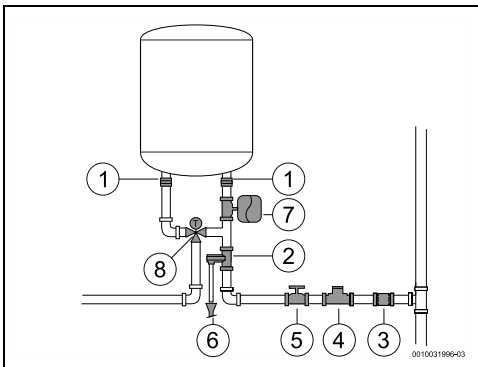

Fig. 11
- ▶ instalarea unei supape reductor de presiune (Fig. 11, [4]). Supapa de preaplin se va activa atunci când presiunea apei din aparat depășește 8 bari (± 1 bar), motiv pentru care este necesară planificarea unui mod de scurgere a acestei ape.
- ▶ Instalați un vas de expansiune (Fig. 11, [7]) pentru a opri deschiderea supapei de preaplin în mod frecvent. Volumul vasului de expansiune trebuie să fie echivalent cu 5% din volumul aparatului.